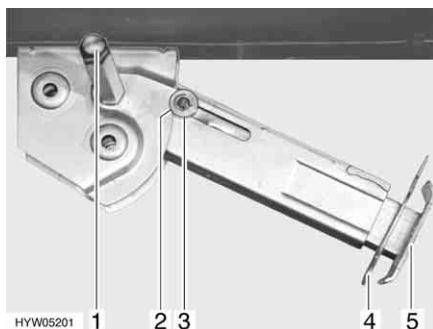

Fig. 35 Piedino di stazionamento
- Inserire la chiave a tubo nell'esagonale (Fig. 35,1) e ruotare fino a quando il piedino di stazionamento non si trova in posizione verticale verso il basso.
- Estrarre la copiglia (Fig. 35,4) dal prolungamento dell'estremità del piedino (Fig. 35,5).
- Inserire la chiave a tubo nell'esagonale (Fig. 35,1) e ruotare fino a quando il piedino di stazionamento non si stacca dal terreno.
- Spingere completamente all'interno il prolungamento dell'estremità del piedino (Fig. 35,5) e inserire la copiglia (Fig. 35,4) nel foro apposito.
- Ruotare la chiave a tubo nell'esagonale (Fig. 35,1), fino a quando il piedino di stazionamento non è sollevato verso l'alto e la guida (Fig. 35,3) è rientrata totalmente nell'intaglio (Fig. 35,2).